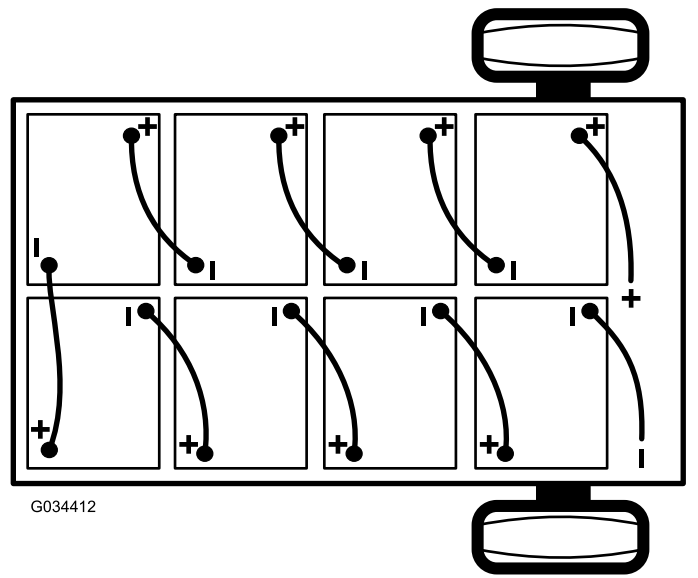

Figura 42
2. Desconecte el cable negativo principal (negro) de las baterías que conecta el banco de baterías a la conexión de tierra de la máquina (Figura 42).
3. Desconecte el cable positivo principal de la batería (rojo) que conecta el banco de baterías al contactor principal de la máquina (Figura 42).
Nota: Preste atención a la polaridad de las baterías al instalar las baterías nuevas (Figura 42).
6. Conecte las baterías entre sí como se muestra en Figura 42 con los cables de interconexión de las baterías que retiró en el paso 1.
2. Conecte el cable positivo principal de las baterías (rojo) entre el banco de baterías y la máquina (Figura 42).
3. Conecte el cable negativo principal de las baterías (negro) entre el banco de baterías y la máquina (Figura 42).